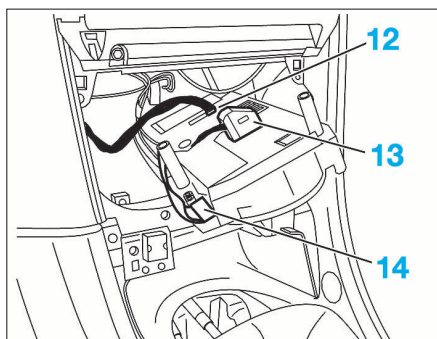

FIG. 12
- Débrancher les connecteurs électriques (12, 13 et 14) (Fig.12).